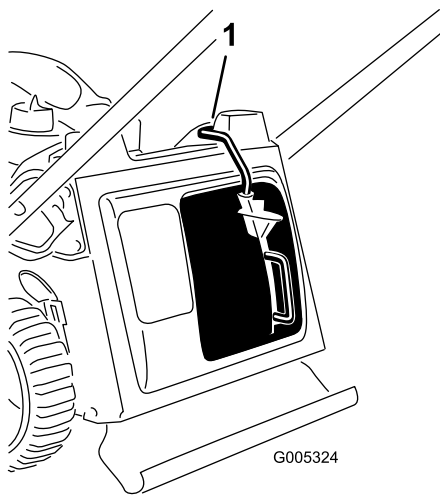

Рисунок 25
**Внимание:** Газонокосилка имеет предохранительный выключатель, который блокирует запуск газонокосилки, если на ней заранее надежно не установлена заглушка для мульчирования (Рисунок 25).